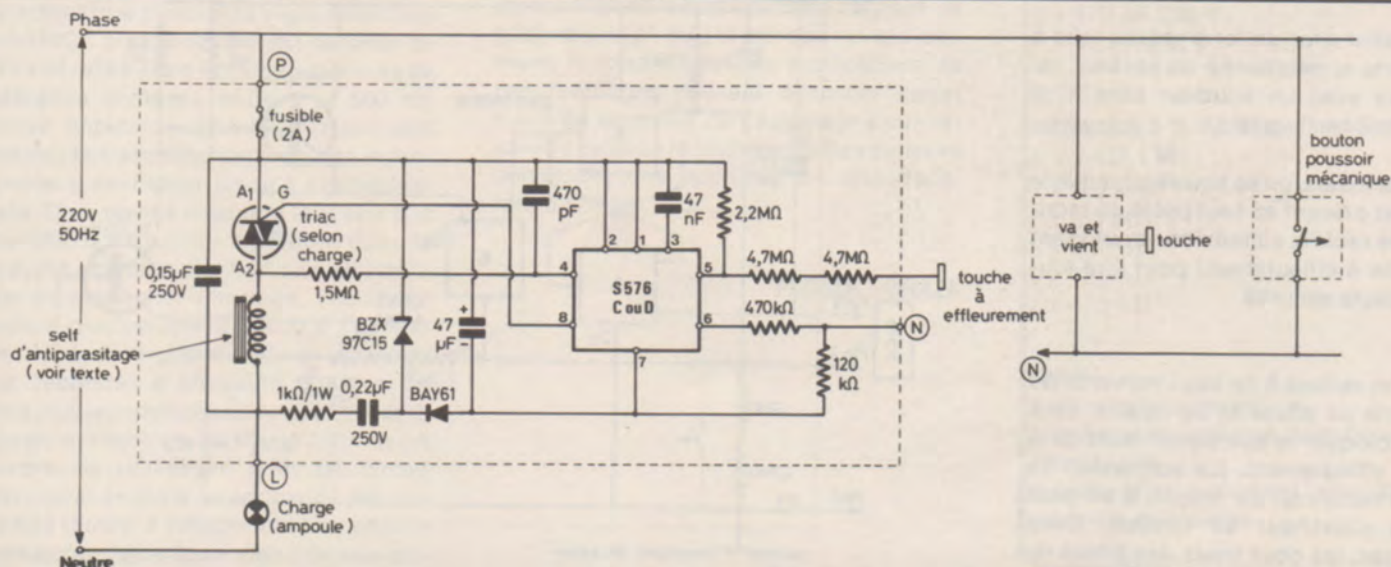
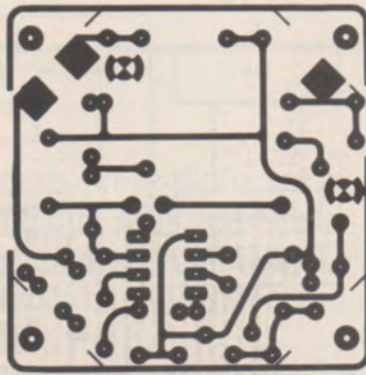
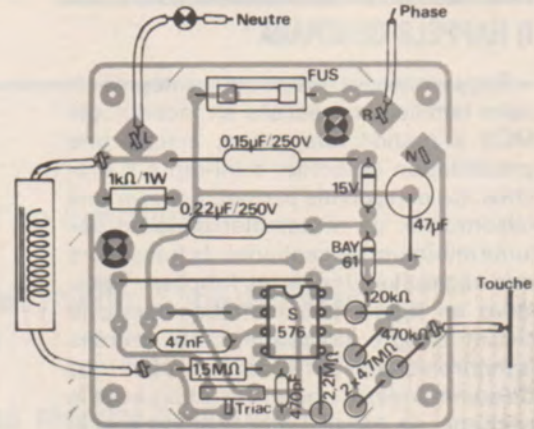

Figure 2 : Schéma de principe
Figure 4 : circuit imprimé
Figure 5 : plan de câblage
Le **figure 2** donne le schéma de principe du montage à S576, dont bien des parties sont communes avec celui utilisant le S566. Le circuit imprimé de la **figure 4** est donc resté inchangé, pour la commodité des manipulations de nos lecteurs. Le schéma de câblage de la **figure 5**, en revanche, affiche quelques simplifications, et deux straps assurent la liaison directe circuit intégré-triac. Le tableau de la **figure 3** donne les modifications à effectuer dans le cas d'un réseau de 110 volts.
- 1 self d'antiparasitage (voir **figure 2**)